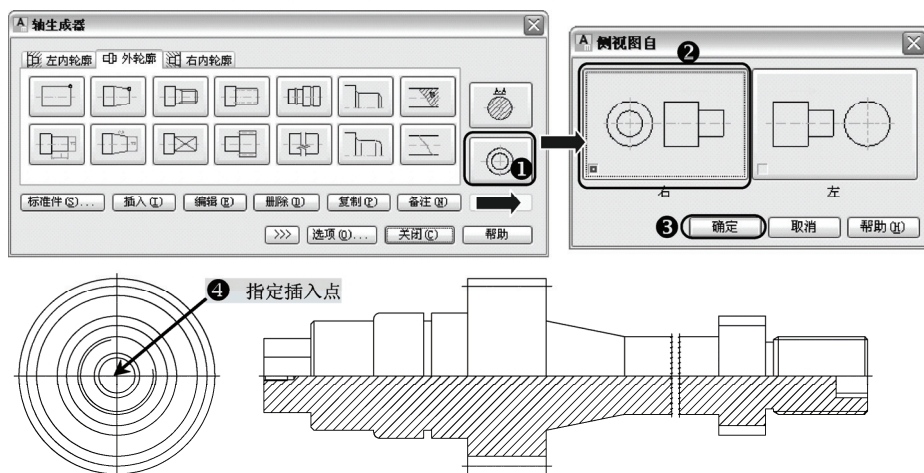

图 11-89 绘制侧视图
19) 在上一步返回的“轴生成器”对话框中,在“外轮廓”选项卡中选择“侧视图”工具按钮,弹出“侧视图自”对话框,选择“右”选项,单击“确定”按钮,在图的左边指定侧视图的插入点,返回到“轴生成器”对话框,如图 11-89 所示